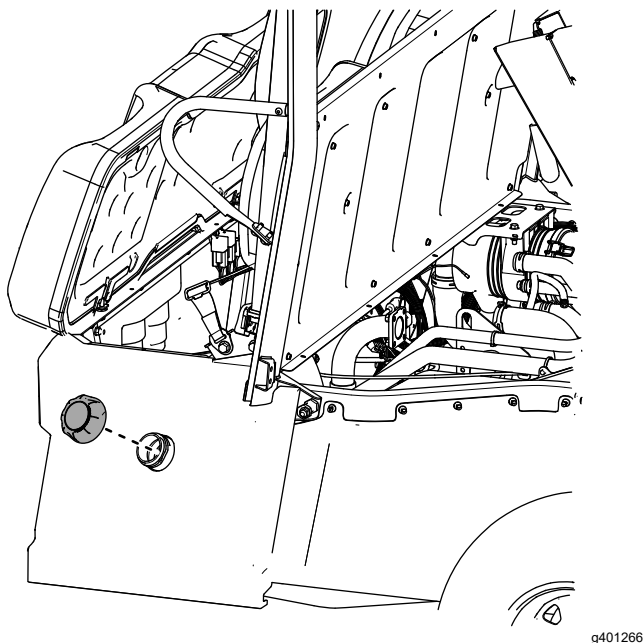

Figura 73
33. Instale el tapón del depósito de combustible en el panel izquierdo de la base del asiento trasero (Figura 73).